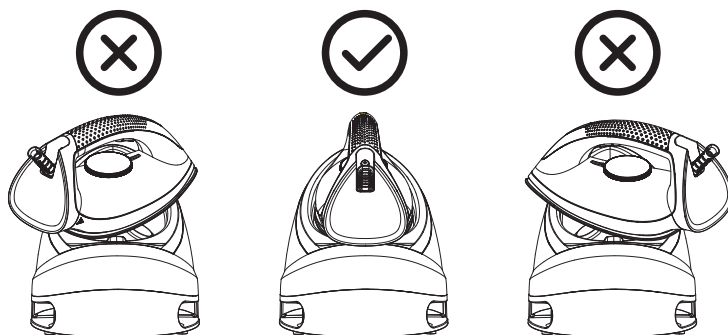

Fig. 3
Veillez à placer le fer correctement lorsque vous le mettez sur le socle à isolation thermique (voir Fig. 3).
2. Placez correctement le fer sur le socle à isolation thermique situé sur la base de la centrale (voir Fig. 3).
3. Placez correctement le fer sur le socle à isolation thermique situé sur la base de la centrale (voir Fig. 3).